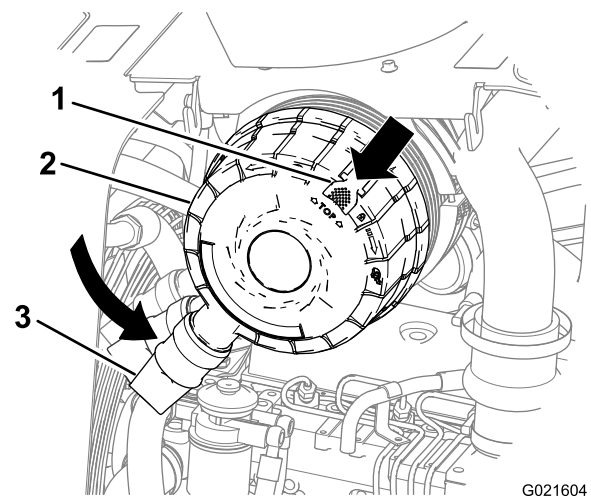

Figura 49
3. Gire a tampa do filtro no sentido anti-horário até que o protetor de poeira esteja na posição de 7 horas (Figura 49).